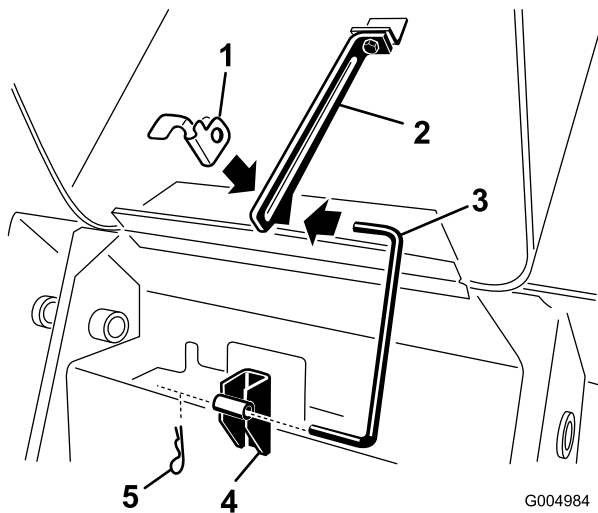

Figure 41
- Sortez la goupille fendue du bas de la béquille de capot et sortez la béquille des supports de retenue et de la languette (Figure 41).
- Placez la bécaille dans les supports de retenue et la languette, et fixez-la en place avec la goupille fendue (Figure 41).